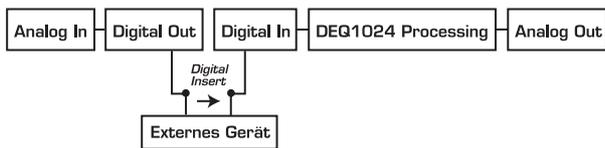

Abb. 2.5: Signalfloss im PRE EQ-Modus
- 11 Durch langes Drücken des **CONFIG**-Tasters wird die generelle Betriebsart des Geräts gewählt: **ANALOG** (grüne LED), **DIGITAL** (gelbe LED), **PRE EQ** (gelbe LED) oder **POST EQ** (gelbe LED). Im **PRE EQ** und **POST EQ**-Modus können die rückwärtigen digitalen Anschlüsse als digitaler Einschleifpunkt (Insert), beispielsweise für einen zusätzlichen Dynamikprozessor, verwendet werden. Im **PRE EQ**-Modus befindet sich der Insert-Punkt vor dem EQ, im **POST EQ**-Modus hingegen dahinter (siehe Abb. 2.5 und 2.6).